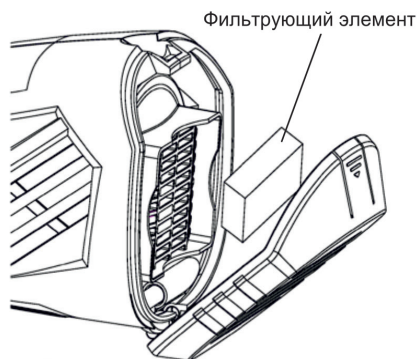

Рис. 11
7. Демонтируйте крышку воздушного фильтра и очистите или замените фильтрующий элемент (Рис. 11).